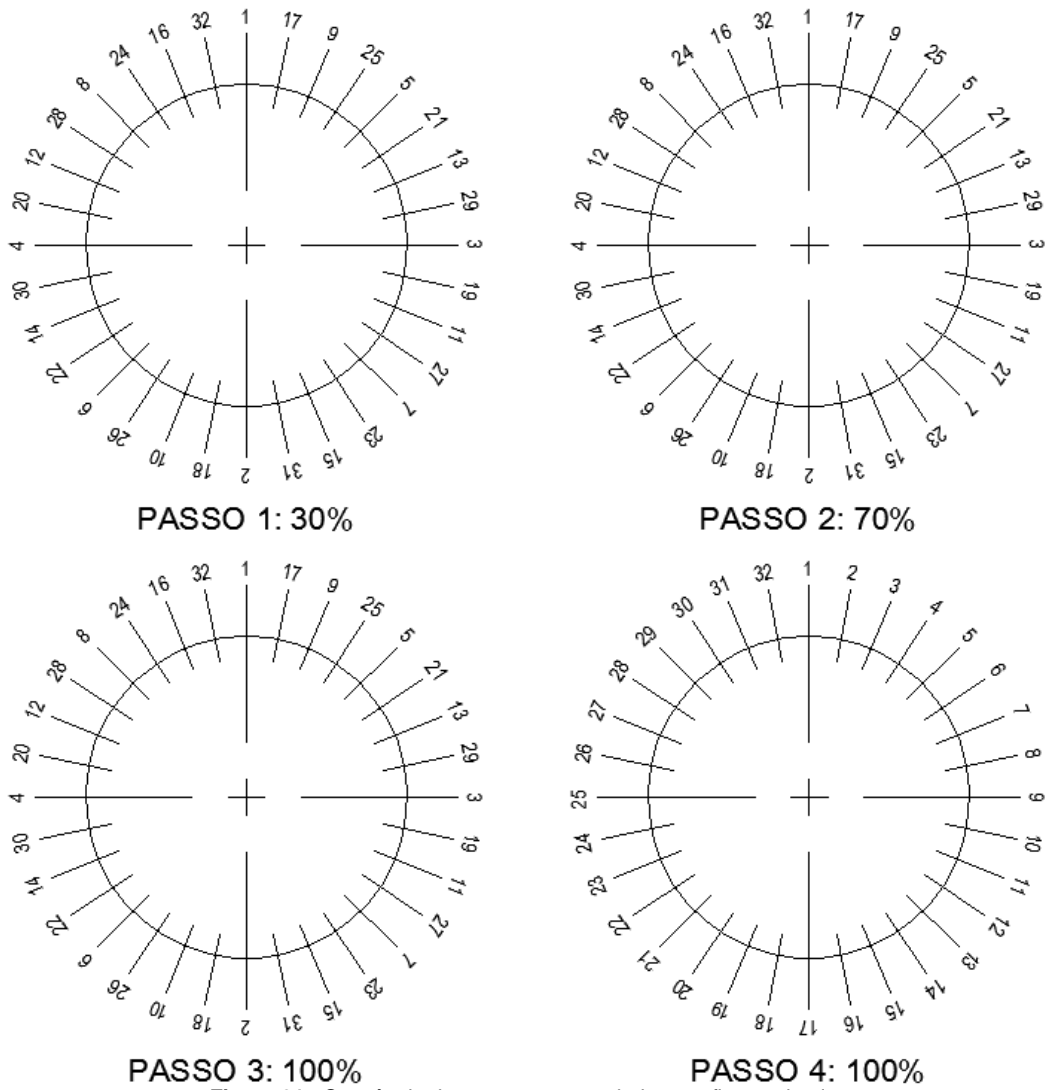
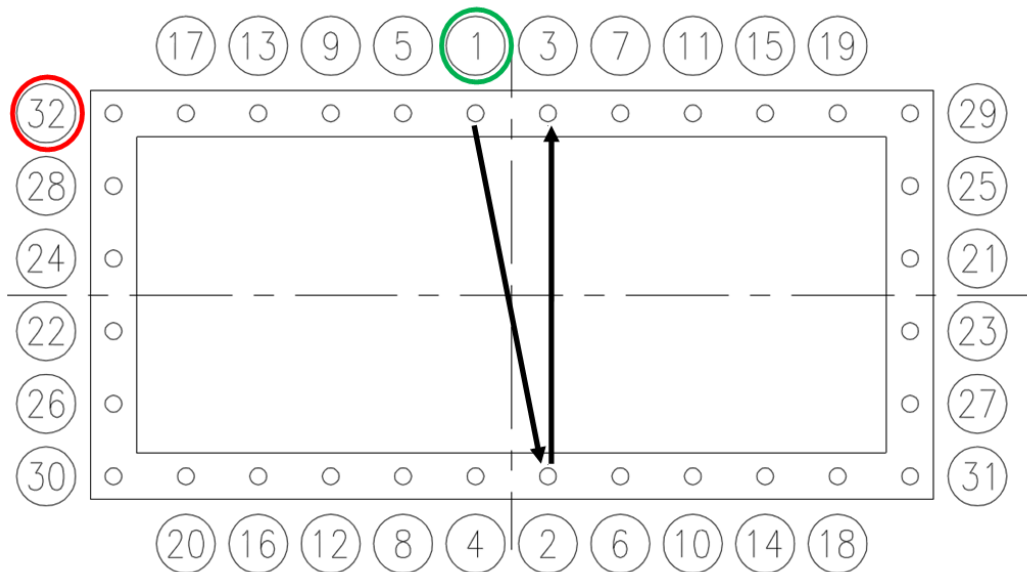

Figura 31 - Sequência de aperto recomendado para flange circular
Figura 32 - Sequência de aperto recomendado para flange quadrado ou retangular
- * Para sequência de aperto observar **Figura 31** e **Figura 32**.
Realizar a sequência de a **Figura 31** e **32**.